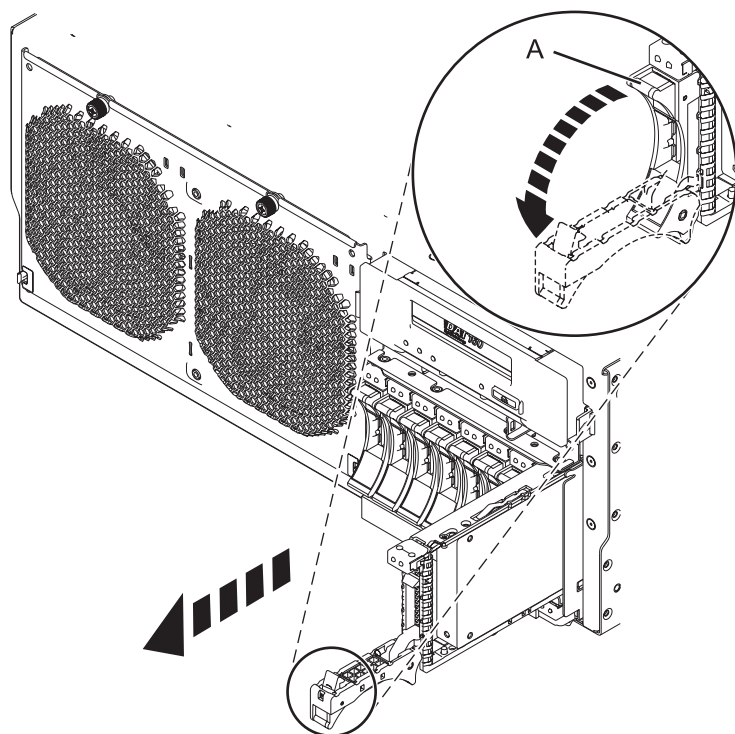

Figura 37. Extracció d'una unitat de disc del sistema
1. Al sistema, desbloquegeu la nansa de la unitat estrenyent-la i estirant-ne en la vostra direcció, com es mostra la Figura 37 a la pàgina 56.